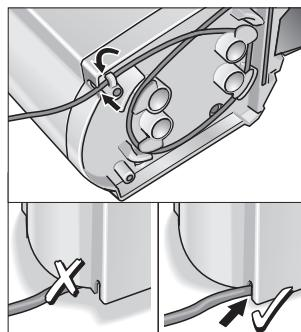

Fig. 3: Amplasarea stației
- Restul de cablu de rețea se va atârna pe cărligele de cablu; urmăriți ca acesta să fie trecut prin orificiul practicat în carcasa (fig. 3).